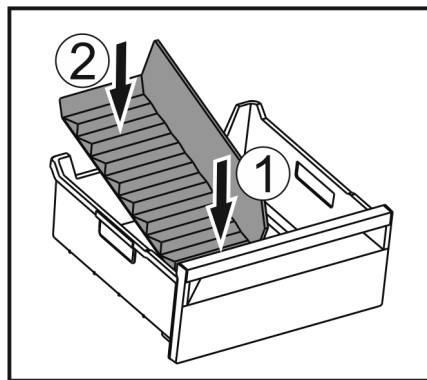

Fig. 103
- Vložte přední část přepážky přihrádky na led. Fig. 103 (1)
- Zadní část přepážky přihrádky na led spustíte až na dno zásuvky. Fig. 103 (2)